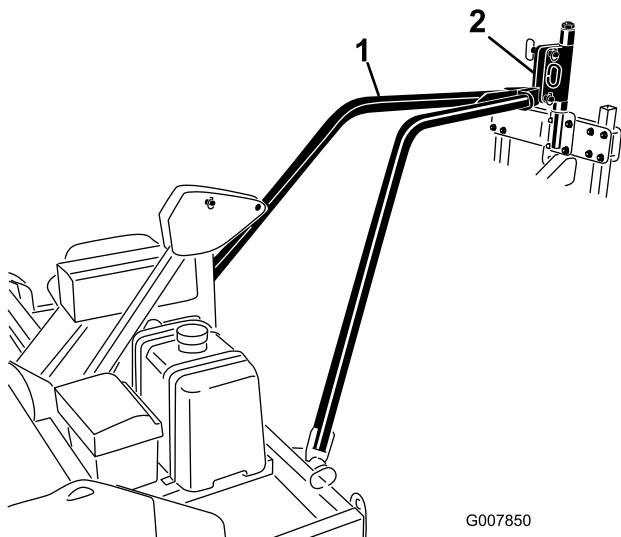

図 13
4. 積荷固定ロープなどで固定していた牽引アーム・ヒッチ・プレートを解き、エアレータのヒッチ・ピボットにセットする (図 13)。